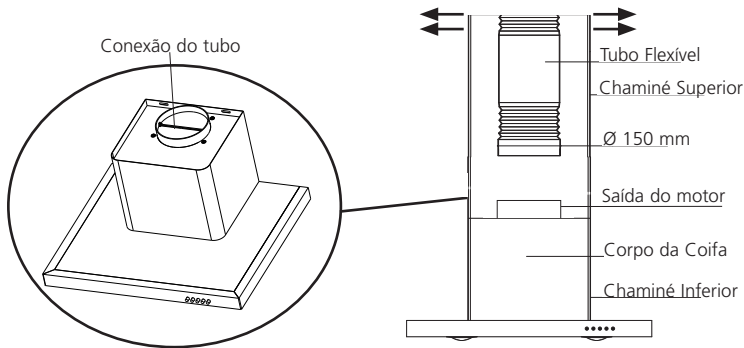

Fig. 12
- Encaixar o tubo flexível na saída do motor, pressionar até o seu perfeito encaixe [Fig.12], após colocar a abraçadeira de nylon que acompanha o produto.